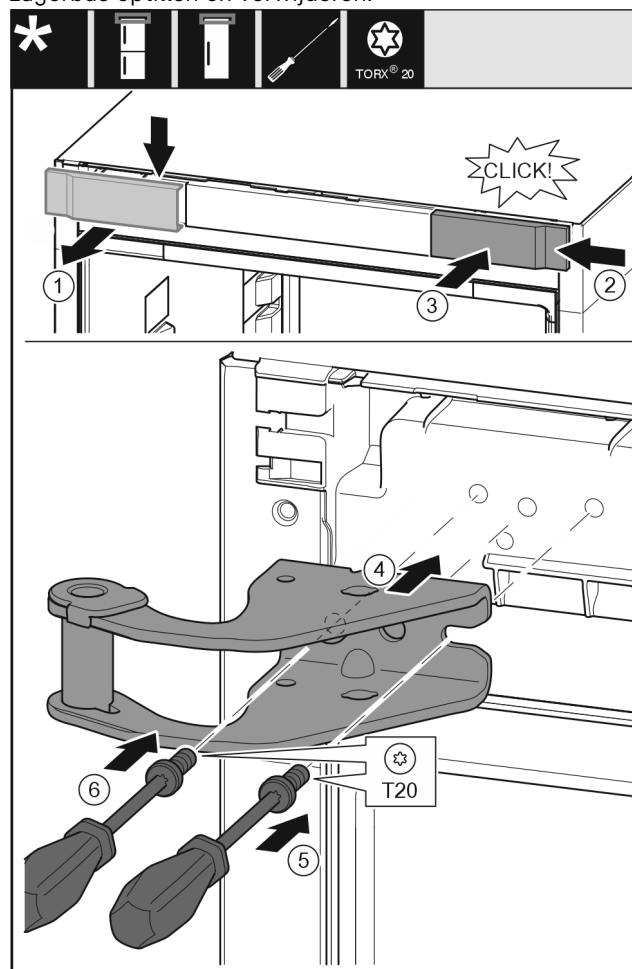

Fig. 11
- ▶ Afdekking van boven naar voren toe verwijderen. Fig. 11 (1)
- ▶ Afdekking 180° gedraaid op de andere kant van rechts aanbrengen. Fig. 11 (2)
- ▶ Afdekking vastklikken. Fig. 11 (3)
- ▶ Bovenste lagerbus plaatsen. Fig. 11 (4)
- ▶ Schroef met schroevendraaier T20 aanbrengen en vastdraaien. Fig. 11 (5)
- Schroef met schroevendraaier T20 aanbrengen en vastdraaien. *Fig. 11 (6)*